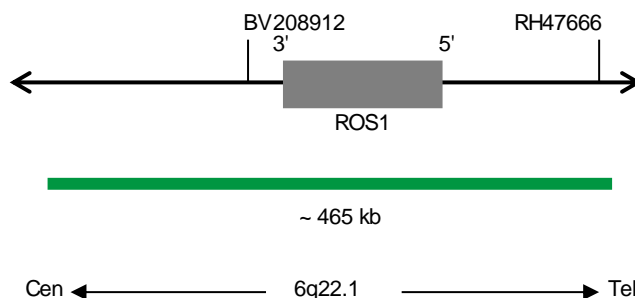

Abb. 1: SPEC ROS1 Sondenlokalisierung (nicht maßstabsgetreu)
- ZyGreen (Anregung 503 nm/Emission 528 nm) markierten Polynukleotiden (~10 ng/μl), die gegen Sequenzen in 6q22.1* (chr6:117,431,278-117,894,830) gerichtet sind, welche die ROS1-Genregion enthalten (siehe Abb. 1).